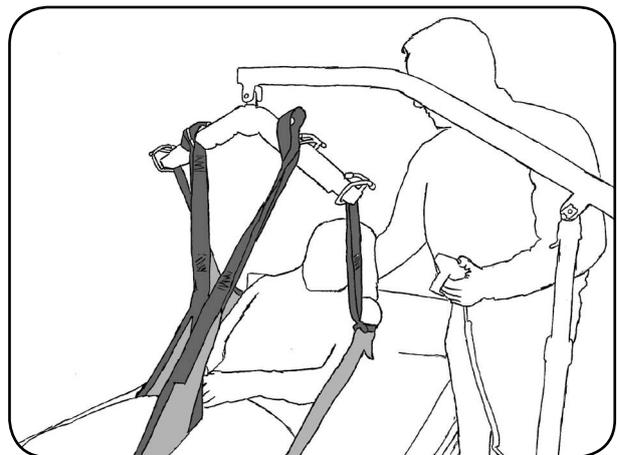

Abb. 9.1.04 - Anheben des Patienten
12. Heben Sie den Patienten mit dem aks-Patientenlifter an (Abbildung 9.1.04). Beobachten Sie dabei den Patienten und die Straffung des Liftergurtes. Korrigieren Sie gegebenenfalls den Sitz des Liftergurtes durch erneutes Ablassen des Patienten und Verschieben der ungünstig sitzenden Teile des Liftergurtes. Beobachten Sie während des gesamten Hebevorganges ständig den Patienten und den Sitz des Liftergurtes. Heben Sie den Patienten nur so hoch wie nötig.